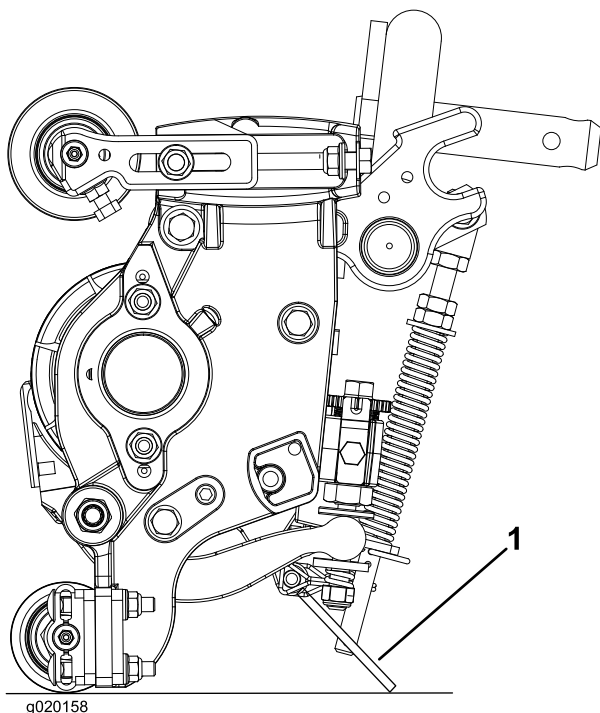

図 18
**重要** ユニット左右についているベッドバー調整ねじのナットが床に当たっていないことを確認してください 図 18。